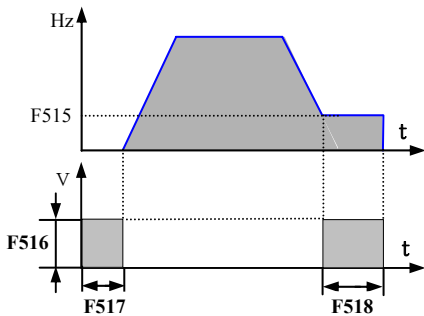

Рис.9-2 Торможение
- Рис. 9-2 иллюстрирует процесс торможения постоянным током.